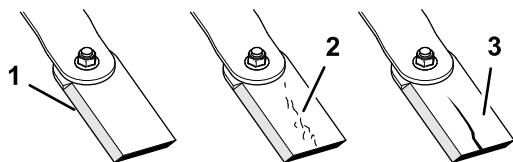

Figura 34
1. Inspeccione los filos de corte (Figura 34).
4. Si observa grietas o desgaste, instale inmediatamente una cuchilla nueva (Figura 34).